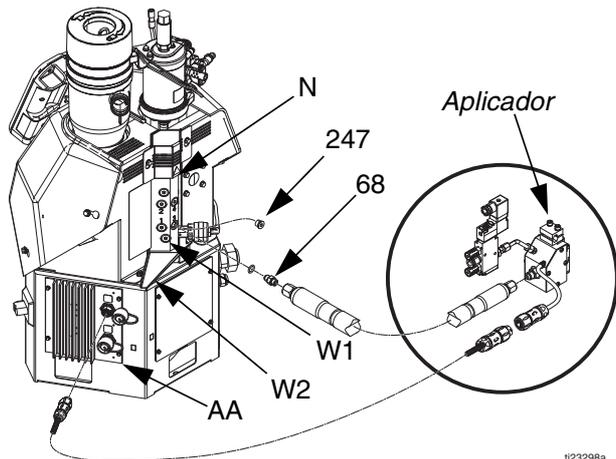

FIG. 11
14. Instale las mangueras térmicas, consulte la FIG. 11:
- a. Coloque un paño en la bandeja de drenaje (W2) conectada al fundidor. Puede haber quedado aceite residual de la fábrica en el sistema. Consulte FIG. 11.
- b. Use una llave Allen de 1/4 pulg. para retirar el tapón del puerto de drenaje (W1). Consulte FIG. 11.
- c. Cuando el fluido deje de drenar, vuelva a colocar el tapón del puerto de drenaje (W1) y luego retire el paño. Consulte FIG. 11.
- d. Retire el tapón (247) de la salida de menor número en el fundidor. No use el tapón de drenaje (W1). Consulte FIG. 11.
NOTA: En el paso siguiente, el lado de la junta tórica del racor hidráulico (68) apunta hacia el sistema. Consulte FIG. 11.
- e. Instale el racor hidráulico suministrado (68) con una junta tórica en el puerto abierto y ajuste con una llave o tubo de 11/16 pulg.
- f. Instale la manguera en el racor hidráulico (68) con el lado macho del conector eléctrico hacia el sistema. Use la llave de 11/16 pulg. para ajustar la manguera en el racor hidráulico (68).
- g. Ubique el conector del MZLP (AA) marcado con el mismo número que el puerto de salida del fluido de la manguera. Retire la cubierta de ese conector y luego coloque el conector de la manguera calentada. Consulte FIG. 11.
15. Instale el (los) aplicador(es); consulte la FIG. 11:
- a. Conecte la salida de fluido de la manguera térmica a la entrada de fluido del aplicador. Use una llave de 11/16 pulg. para ajustar. Consulte FIG. 11.
- b. *Para aplicadores Graco*, conecte el conector eléctrico del aplicador al conector eléctrico de la manguera térmica. Consulte FIG. 11.